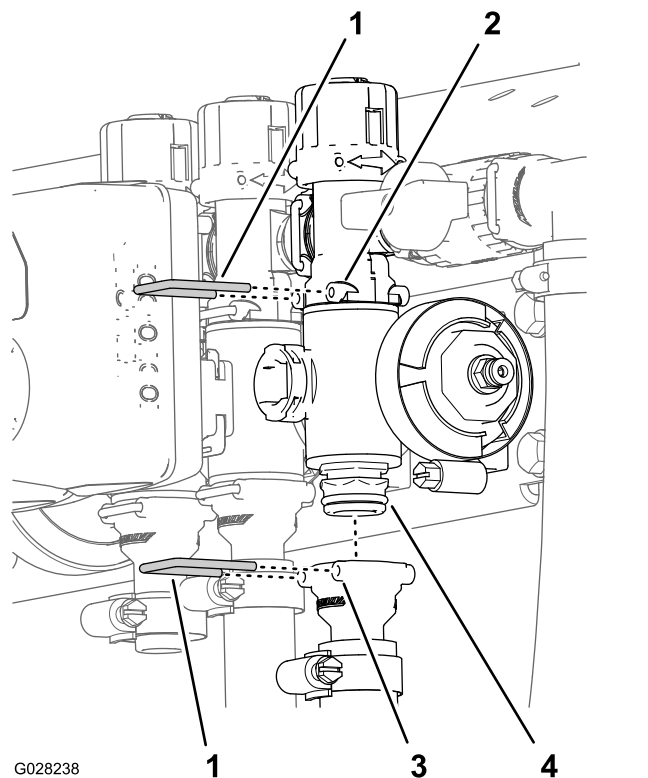

Figure 120
2. Retirez les étriers qui fixent le raccord de sortie au collecteur de vanne de section et le collecteur de vanne au raccord de dérivation (Figure 120).